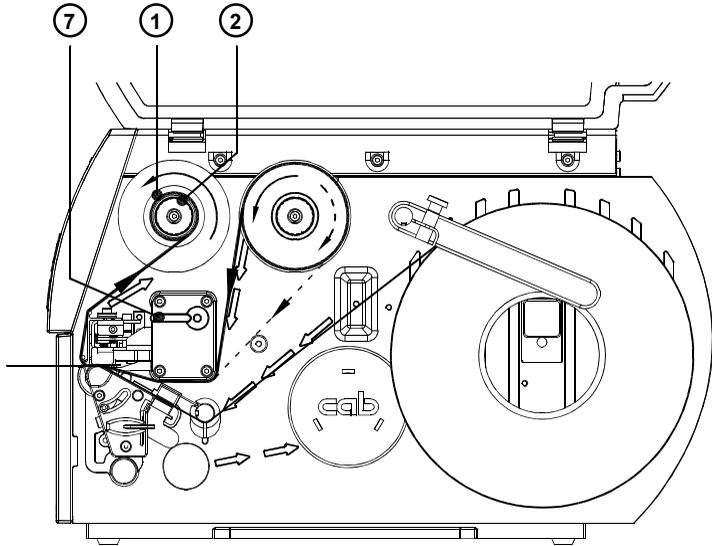

Bild 71 Transferfolienlauf
4. Schieben Sie einen Foliern Kern (1) geeigneter Breite auf den Transferfolienaufwickler (2) und klemmen Sie den Foliern kern durch Drehen der Mutter (3) entgegen dem Uhrzeigersinn fest.
5. Legen Sie die Transferfolie nach Bild 71 ein und kleben Sie den Foliern anfang mit einem Klebestreifen (z.B. Etikett) am Foliern kern (1) fest.
6. Glätten und straffen Sie den Transferfolienlauf, indem Sie den Aufwickler (2) entgegen dem Uhrzeigersinn drehen.
7. Schwenken Sie den Hebel (7) entgegen dem Uhrzeigersinn bis zum Anschlag. Damit wird der Druckkopf verriegelt.